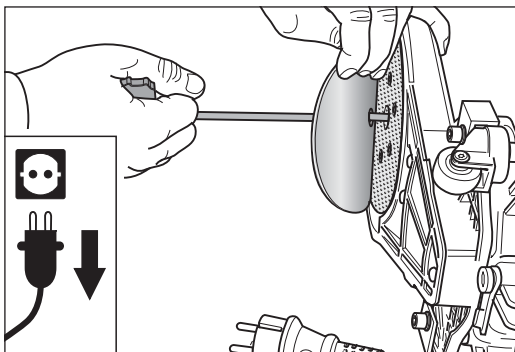

Abb. 15 Die neue Klettschleifscheibe mittig ansetzen und andrücken.
- 4 Legen Sie eine neue Klettschleifscheibe auf. Die Klettschleifscheibe muss mittig auf dem Schleifteller positioniert sein. Das Loch in der Schleifscheibenmitte und der Universalschlüssel erleichtern die Zentrierung (Abb. 15).